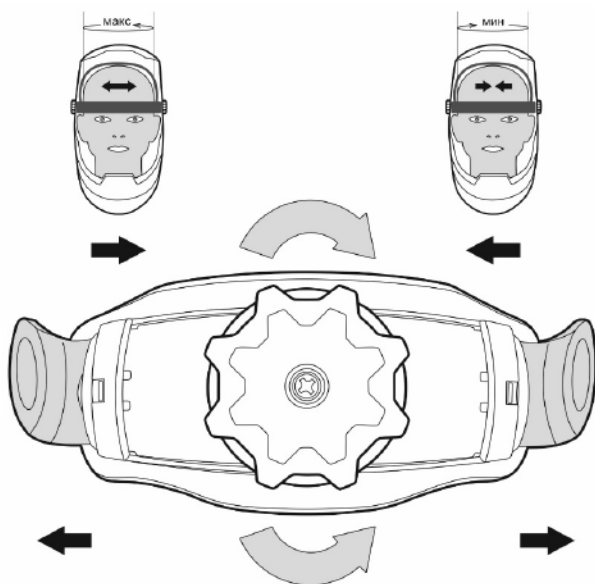

Рис. 8.5. Горизонтальная регулировка.
**Горизонтальная регулировка по обхвату головы** (См. рис. 8.5): нажмите на регулятор и поворачивайте рукоять по часовой стрелке, чтобы уменьшить размер наголовника, и против часовой стрелки, чтобы увеличить.